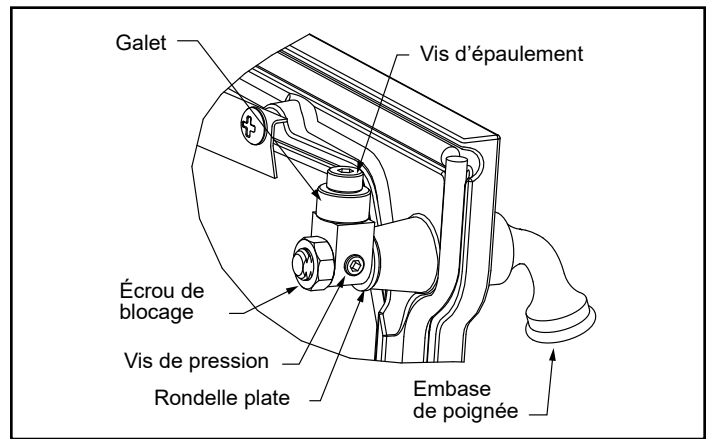

Figure 3.4 – Faire tourner le loquet et/ou enlever la rondelle plate pour régler le verrou de la porte.
1. Retirez le contre-écrou avec une clé de 9/16 po et conservez-le, Figure 3.4.
3. Tournez le cliquet de 180°. Remplacez l'écrou de blocage. Serrez la vis de réglage, Figure 3.4.